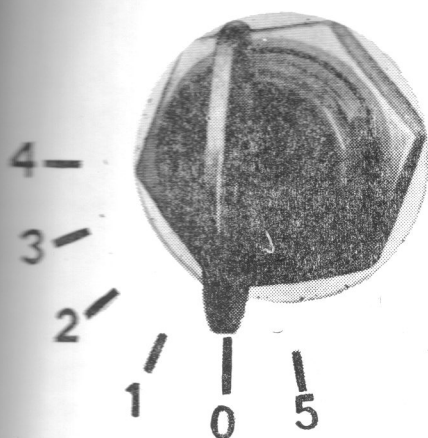

Fig. 8. — Commutateur à clef de contact.
4. Introduisez la clef de contact dans le commutateur et tournez dans la pos. 1. fig. 8.
LE COMMUTATEUR DE MISE EN MARCHÉ ET DE COMMANDE DU THERMOINJECTEUR FONCTIONNE SEULEMENT QUAND LA CLEF DE CONTACT, FIG. 8, EST EN POS. 1, 2, 3 OU 4.
Quand le moteur tourne, laissez la clef de contact dans l'une des quatre premières positions (fig. 8) afin de permettre la charge de la batterie et le fonctionnement de l'indicateur du niveau de combustible et de l'indicateur de température.
L'arrêt de la pédale pourra être mis normalement dans la position de la fig. 8 a. On ne l'amènera dans la position de la fig. 8b que si on fait travailler la prise de force indépendante.